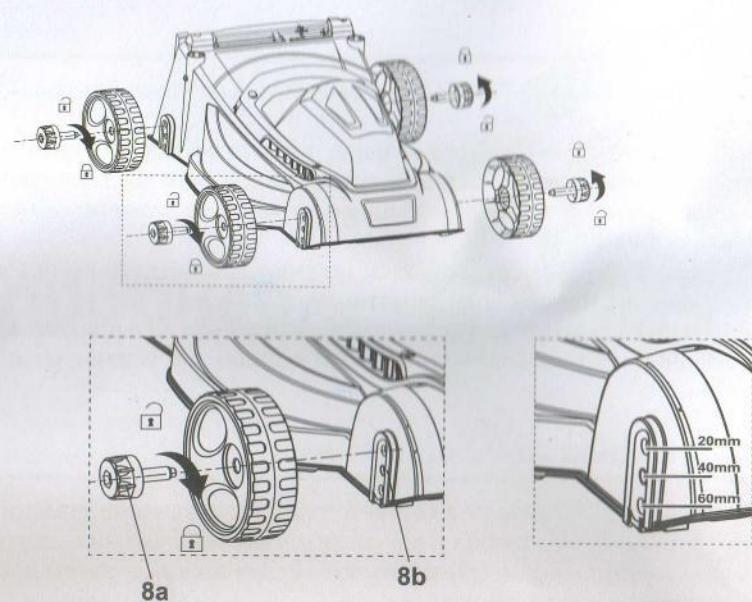

Рис. 10
1. Прежде чем регулировать высоту колес, отпустите рычаг запуска (16) и отключите устройство от электросети.
2. Ослабьте болтом с барабашком (8а) и извлеките его вместе с колесом (8).
3. Совместите осевое отверстие колеса (8) с отверстием на нужной высоте на монтажной пластине (8б), а затем затяните болт (8а) (рис. 10).
4. Повторите процедуру регулировки высоты для трех других колес (8) (рис. 10).